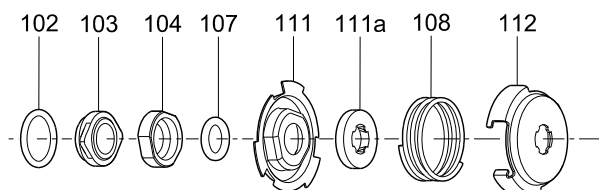

Рис. 21 Детализовка уплотнения вала
9. Демонтировать уплотнение вала (поз. 105). См. рис. 21.